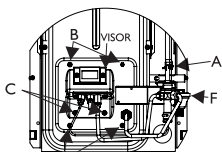

Fig.1
2. Quite la chaveta "A" y extraiga la varilla comando (Fig.1).
3. Retire los tornillos "B" utilizando una llave/boquilla de $\frac{1}{4}$ " y quite el conjunto tapa quemador. (Fig.1). Luego una vez retirada la tapa quite los tornillos "C" que unen el quemador con la tapa.
7. Reinstale el quemador y vuelva a colocar todo en la cámara de combustión (Fig.1).
2. Retire los tornillos "A" utilizando una llave/boquilla de $\frac{3}{4}$ " y quite el conjunto tapa quemador. (Fig.1).